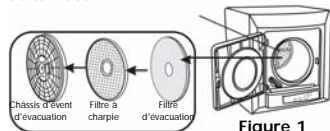

Figure 1
1. Retrait du châssis d'évent d'évacuation contenant les filtres. Utilisez les quatre trous de saisie dans le centre du châssis des ventes d'évacuation pour le retirer du tambour. Retirez les filtres en tirant. Le châssis d'évent d'évacuation contient le filtre à charpie et le filtre d'évacuation, tel que montré à la figure 1.